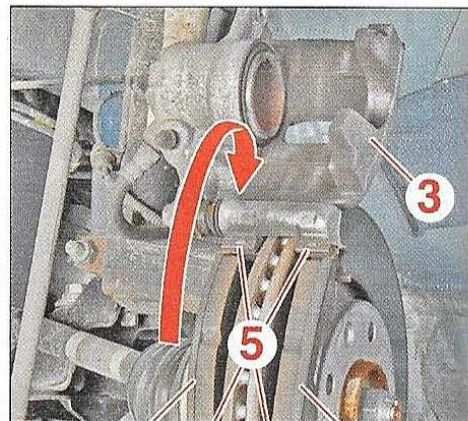

FIG.3
- Basculer l'étrier (3) vers le haut (Fig.3).
- les plaquettes de frein (4),
- les cales (5).